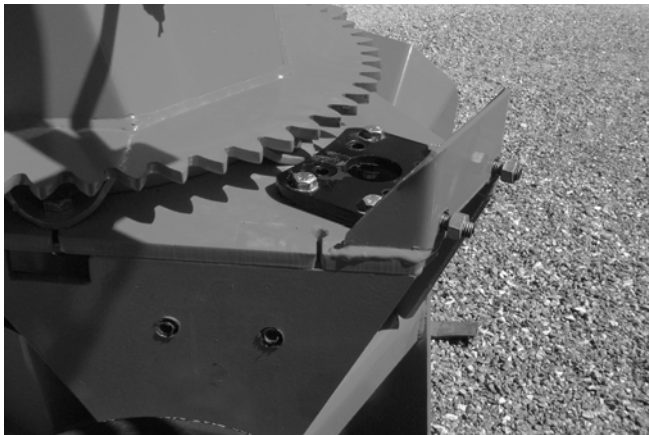

Figure 25
- 2) Installer le support ajustable du moteur; mettre les espaceurs requis entre le support et la base de chute (voir p. 35 à 40 selon le modèle de chute). Ne serrez pas les boulons immédiatement, ils seront serrés lors de l'ajustement final du moteur (Fig. 25).